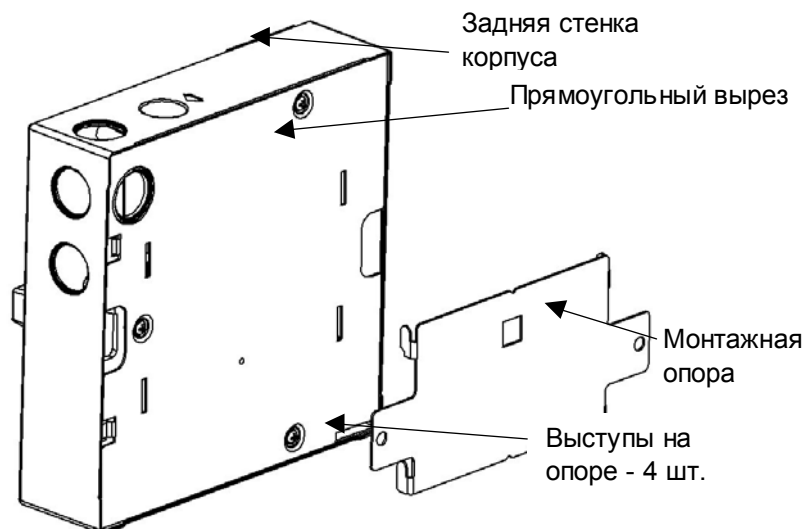

Рис. 6 Установка извещателя на монтажную опору.
- б) Установите извещатель, подводя прямоугольные вырезы на задней стенке извещателя к 4-м выступам на опоре. См. Рис. 6.